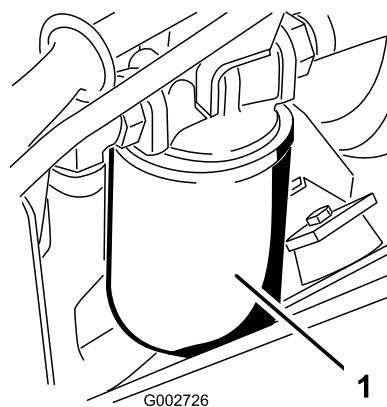

图 41
3. 在位于机器左侧的液压油滤芯下方放置一个放油盘 **图 41**。